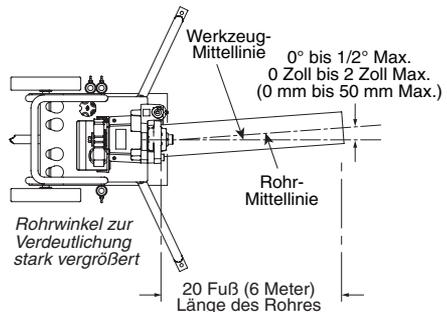

Abbildung 2 - SPURWINKEL
b. Steht die Bördelung über, sollte die Links-Rechts-Spurführung möglichst gering gehalten werden. Unter Umständen muss ein Winkel von höchstens $1/2^\circ$ verwendet werden (siehe Abbildung 2).
f. Für den Spurbwinkel beträgt die Position des Rohrbocks ca. 0 bis $1/2^\circ$ nach links. Siehe folgende Abbildung 2.